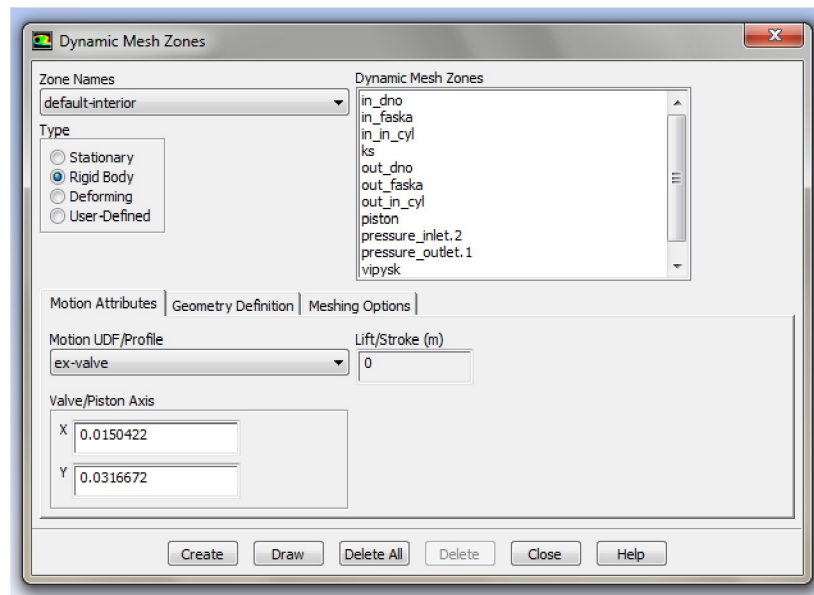

Рисунок 2.26 – Меню задания подвижных зон
6. После всех выполненных операций необходимо закрыть окно *Dynamic Mesh Zones* (рисунок 2.26).